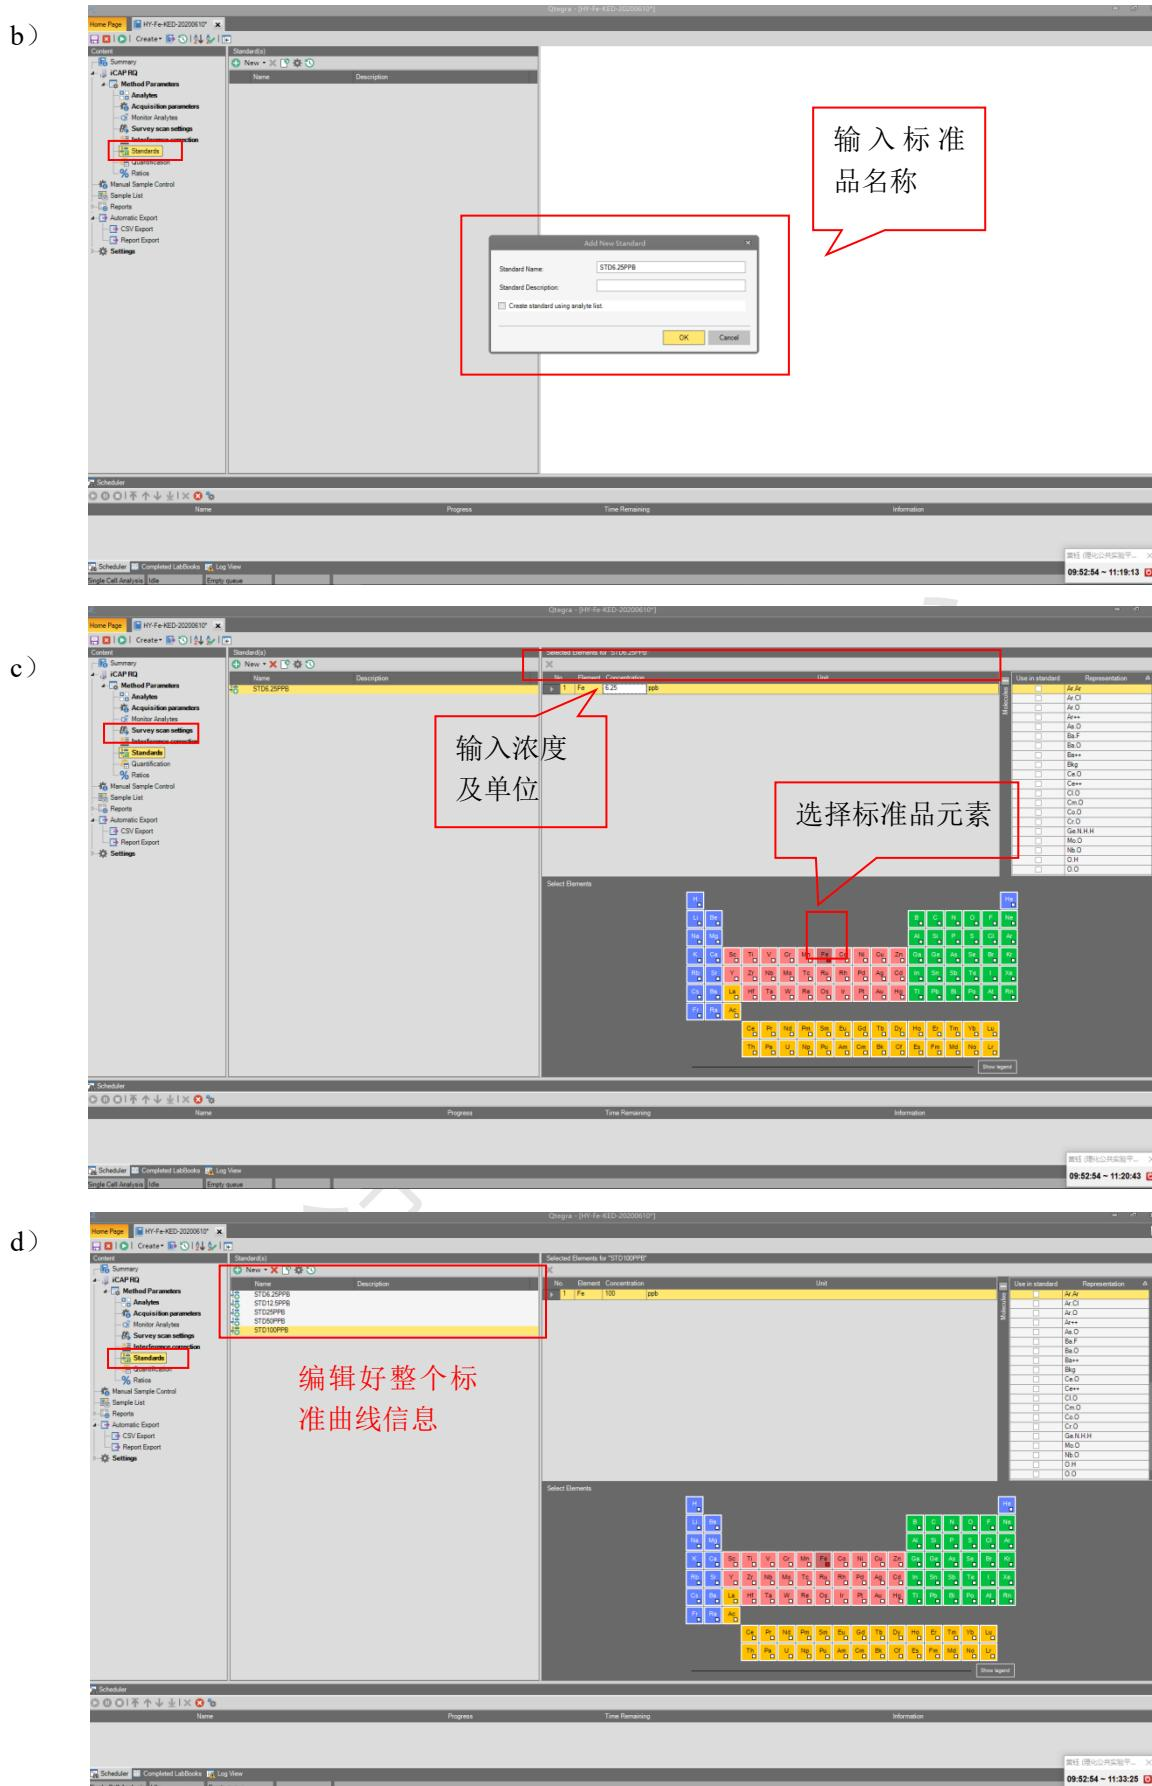

图6-10 编辑Standards信息
- e) Standards: 编辑标准曲线信息。如图6-10 (a)单击按钮New, 点击Elemental Standard, 如图6-10 (b) 输入Standard名称, 如STD6.25 ppb, 点击OK。如图6-10 (c) 所示, 在Standard信息编辑窗口, 选择标准品元素, 并输入浓度及浓度单位信息。按照相同的方法, 依次编辑好整个工作曲线信息, 如图6-10 (d)。